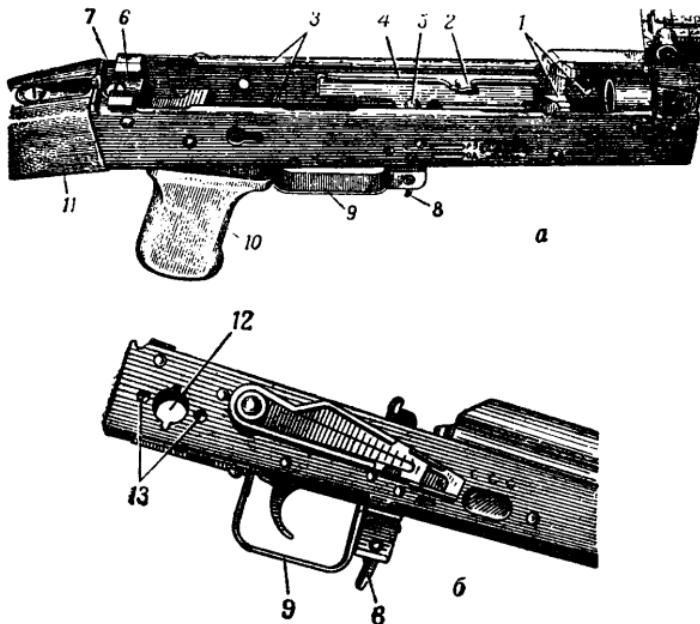

Рис. 27. Ствольная коробка:
**12. Ствольная коробка** (рис. 27) служит для соединения частей и механизмов автомата, для обеспечения закрывания канала ствола затвором и запирания затвора; в ствольной коробке помещается ударно-спусковой механизм. Сверху она закрывается крышкой.